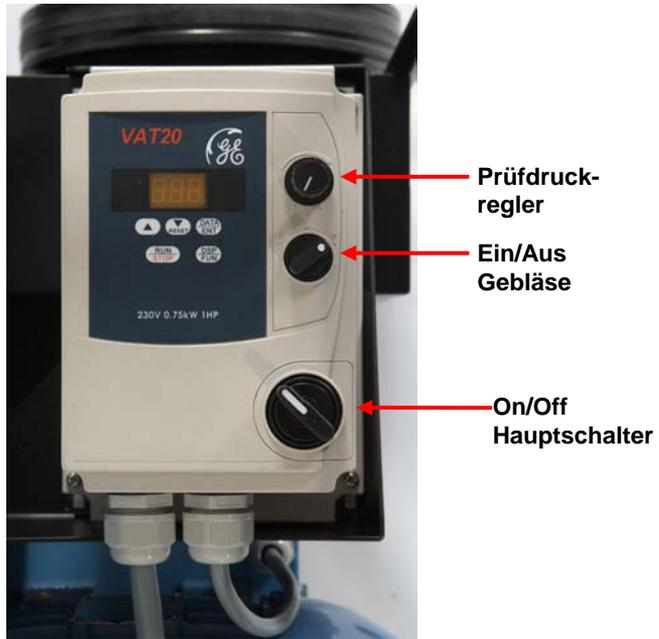

Bild 8
1. Prüfen Sie ob alle Schalter auf “OFF” stehen und der Prüfdruckregler auf Minimum (Weißer Streifen links) steht. (Bild 8).